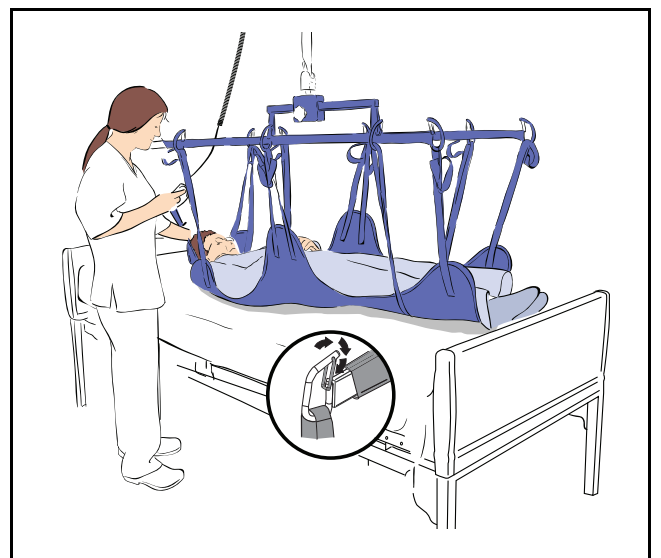

Fig. 13
- 5) Sujete con seguridad todos los bucles del arnés (consulte la Fig. 13).
ADVERTENCIA: Al acoplar un arnés de bucles al bastidor de camilla ajustable, asegúrese de que los bucles estén bien colocados y de que los pestillos estén cerrando los ganchos, como se muestra en la Fig. 13.